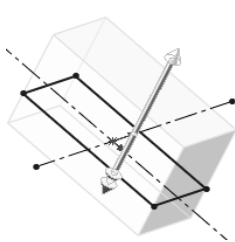

图 5-77 预览效果
12 再次单击属性管理器中的“方向 1 (1)”选项下的“拔模开/关”按钮, 此时拔模特征关闭，并单击属性管理器中的“方向 1 (1)”选项，勾选“方向 2 (2)”选项，输入拉伸深度 20，此时预览效果如图 5-77 所示。